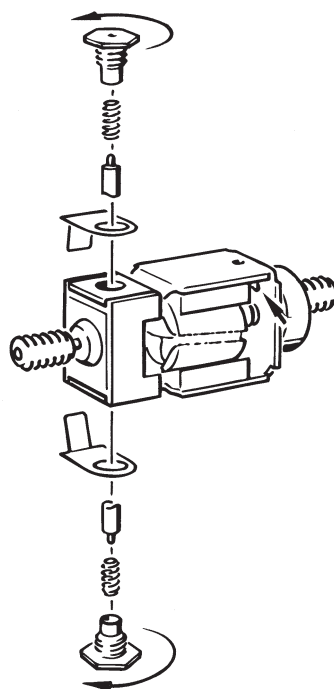

Fig. 8
3. Kohlebürstenwechsel: Lokgehäuse abnehmen (Fig. 3). Danach wird der Motor ausgebaut und die Kohlebürsten ausgewechselt (Fig. 8).
3. Carbon Brush Changing: First remove loco body (fig. 3), and then the motor (fig. 8).
3. Remplacement des balais du moteur: Démontez la caisse (voir fig. 3). Démontez ensuite le moteur et échangez le balais (fig. 8).